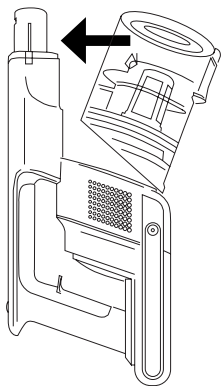

Fig.5
- Acoplar el depósito de polvo al aparato (Fig. 5).